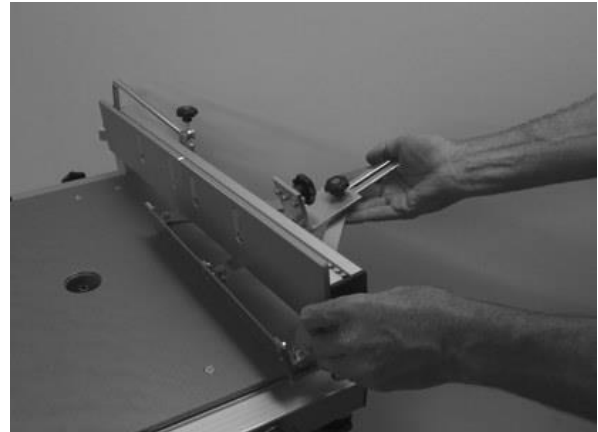

Bild 24
3. Anschlaglineal anheben und Bogenlineal in Anschlaglineal einschwenken (Bild 24)